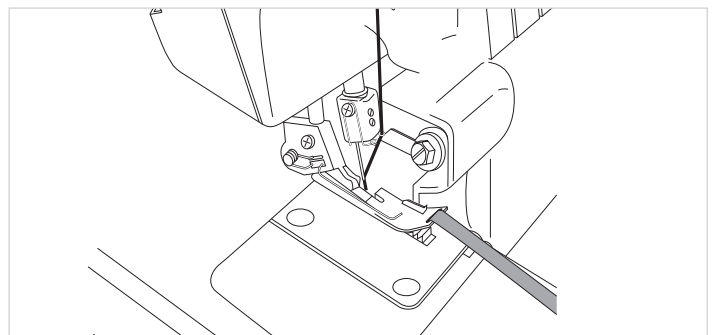

Fig. 106
3. Træk snoren (tråden eller båndet) gennem åbningen i trykfodens forreste del **21** (fig. 106).